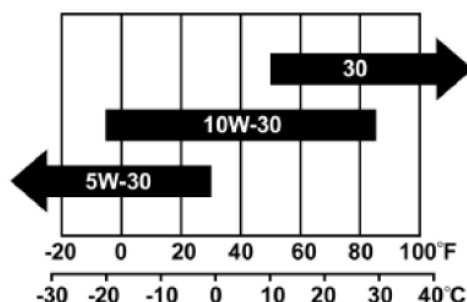

Рис.9
5. Долейте масла до уровня "HIGH" см. рис.9.